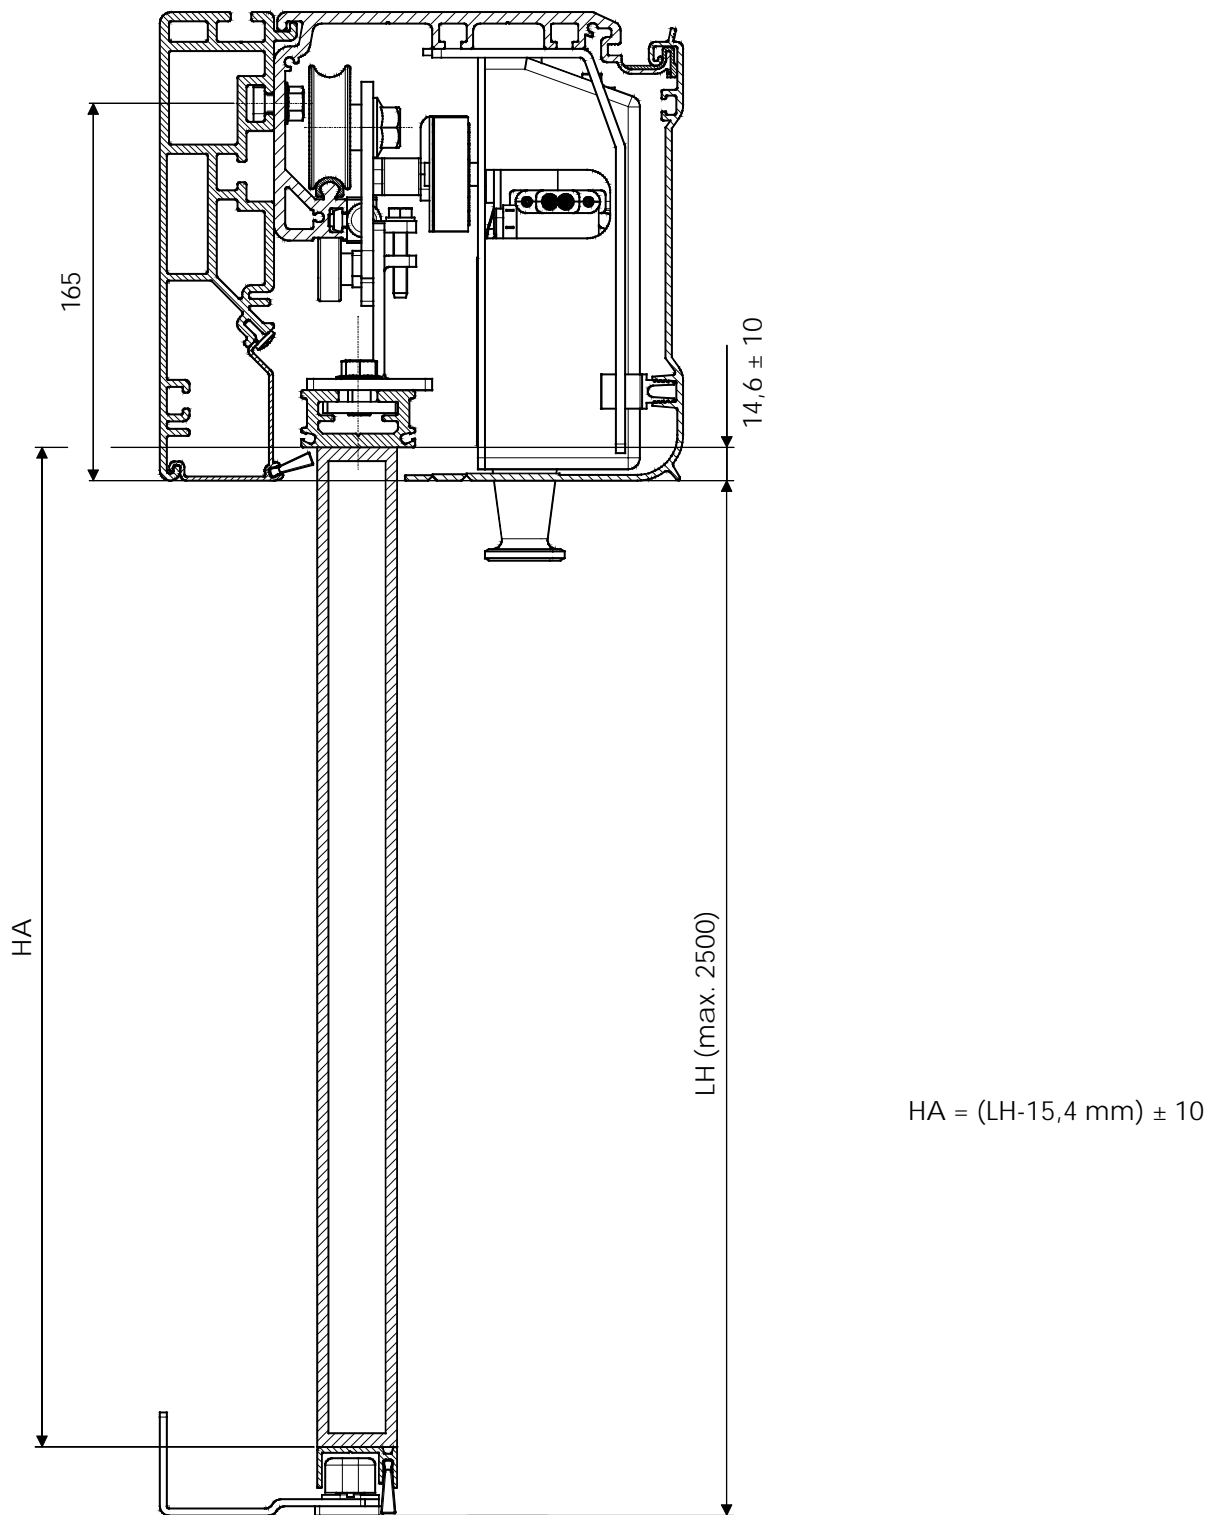

Fig. 10
- Stabilire l'esatta collocazione del profilo autoportante considerando gli ingombri delle fig. 10 e 11. La traversa deve essere fissata parallela al pavimento.